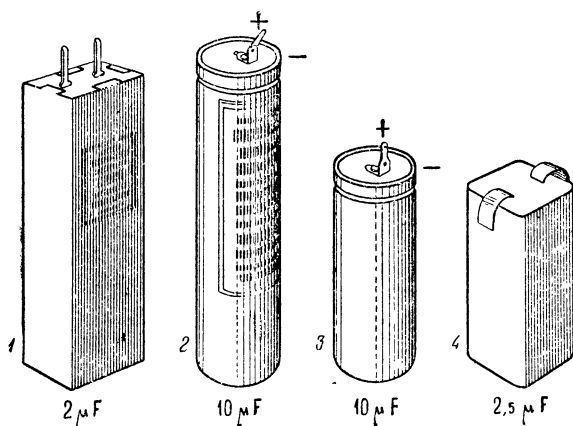

Рис. 145. Электролитические микрофарадные конденсаторы 2, 3 и 4, сравниваемые с бумажным 1.
На рис. 145 показан ряд микрофарадных конденсаторов: слева (1) для сравнения бумажный конденсатор в 2 мкф и справа три электролитических конденсатора. Под (2) обозначен
Конденсаторы трубчатого типа (2 и 3 рис. 145) включаются к плюсу источника тока своим контактным лепестком наверху посредине и к минусу корпусом. Приключение к корпусу производится при помощи алюминиевой голой проволоки, обматываемой в углублении наверху около крышки; конец этой проволоки включается в схему (как сказано выше—к минусу).